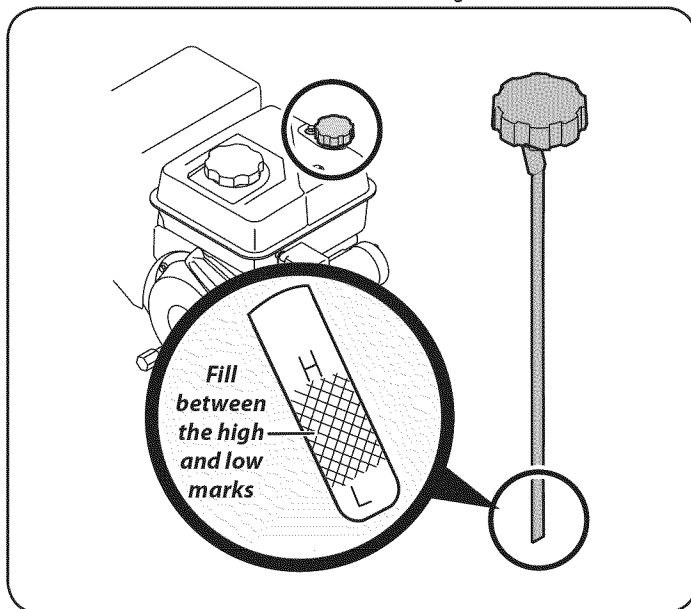

Figura 5
1. Retire el tapón de llenado de aceite/la varilla de medición y limpie la varilla de medición de aceite. Vea la Figura 5.
2. Agregue aceite lentamente hasta que el registro marque entre nivel alto (H) y bajo (L), Figura 5. Consulte la sección Mantenimiento del motor para ver la viscosidad y capacidad de aceite del motor correctas.